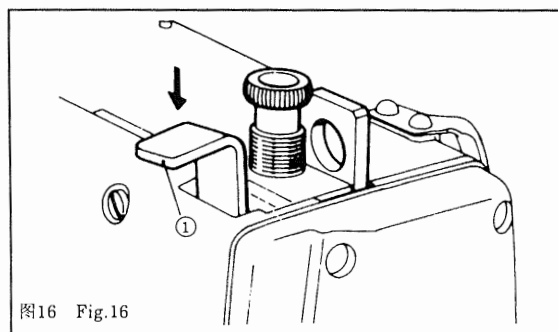

图16 Fig.16
14.防止切刀降落的方法 图16
14. HOW TO HOLD THE DESCENDING KNIFE Fig.16